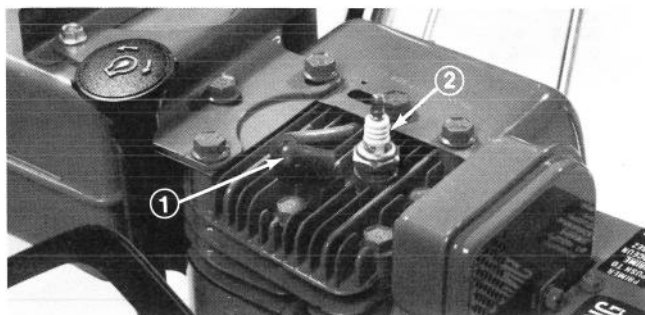

Figure 38
2. Débranchez le câble à haute tension de la bougie (Fig. 38) et enlevez la bougie de la culasse.
4. Raccordez le câble à haute tension à la bougie (Fig. 38).
5. Serrez la vis de réglage de puissance (Fig. 38) en tournant à droite de 1/8 tour à la fois, jusqu'à ce que le moteur ait des ratés à cause de la pauvreté du mélange d'essence. Tournez alors la vis à gauche de 1/8 tour à la fois jusqu'à ce que le moteur tourne de façon irrégulière par suite de mélange d'essence trop riche. Ramenez alors la vis à mi-chemin entre les deux points de mélange trop riche et de mélange trop pauvre pour que le moteur tourne en douceur.